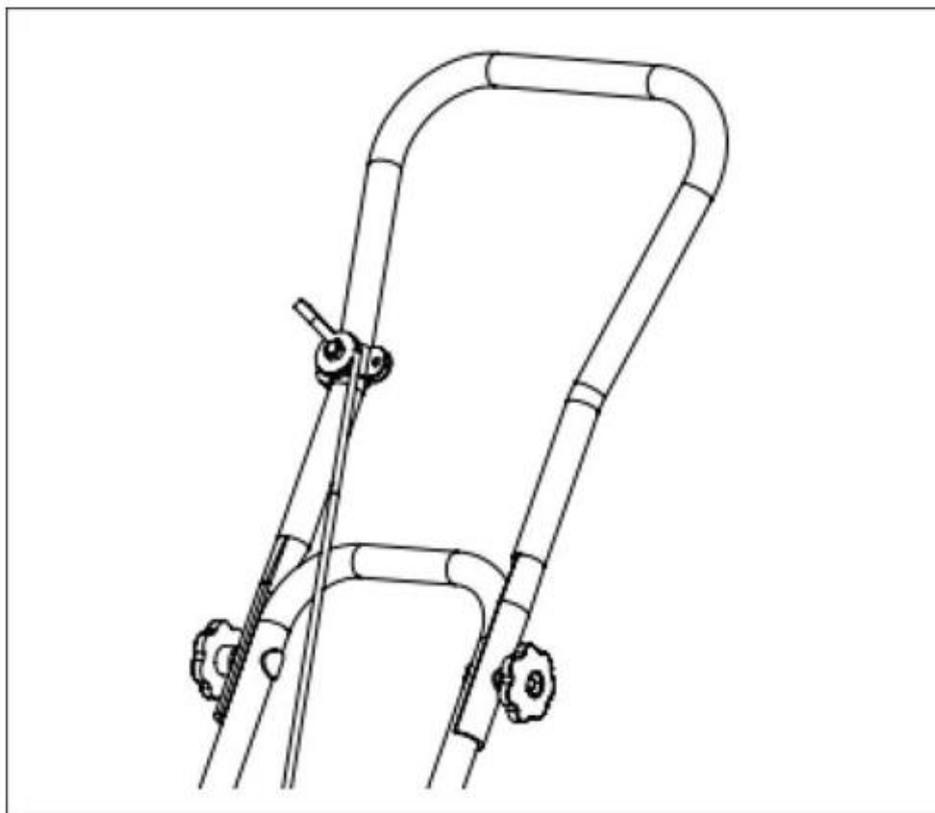

Рис.4 Раскладка рабочей рукоятки
1. Разложите рабочую рукоятку (Рис. 4).